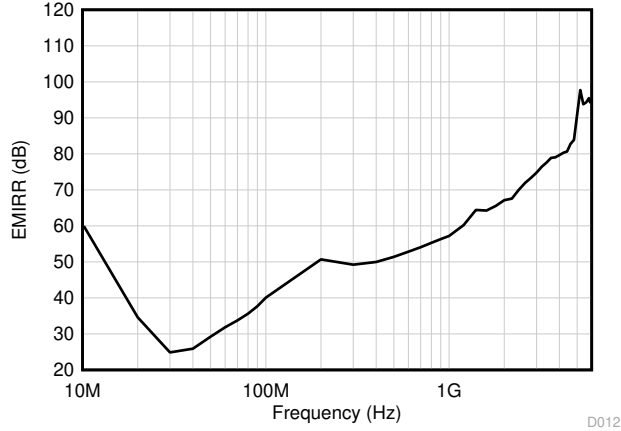

图 6-3. EMIRR 测试
OPAx992 通过集成电磁干扰 (EMI) 滤波降低无线通信设备、混合使用模拟信号链和数字元件的高密度电路板等干扰源产生的 EMI 效应。利用电路设计技术可以提高 EMI 抗扰度；OPAx992 从这些设计改进中受益。德州仪器 (TI) 已经开发出在 10MHz 至 6GHz 扩展宽频谱范围内准确测量和量化运算放大器抗扰度的功能。图 6-3 展示了对 OPAx992 执行此测试的结果。表 6-1 展示了 OPAx992 在实际应用中常见特定频率下的 EMIRR IN+ 值。运算放大器的 EMI 抑制比 应用报告包含了与运算放大器相关的 EMIRR 性能主题，该报告可在 www.ti.com 上下载。